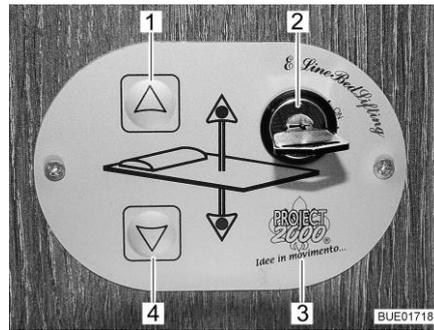

Fig. 110 Elemento di regolazione
- Ruotare la chiave dell'interruttore a chiave (Fig. 110,2) di 90° in senso orario. L'elemento di regolazione (Fig. 110,3) è attivato.
- Premere il tasto freccia (Fig. 110,4) e tenerlo premuto fino a quando il letto basculante raggiunge la posizione desiderata in basso.
- Premere il tasto freccia (Fig. 110,1) e tenerlo premuto fino a quando il letto basculante raggiunge la posizione finale in alto.
Se non si riesce più a spostare il letto basculante con i tasti freccia (Fig. 110,1 e 4), controllare per prima cosa il fusibile (vedi paragrafo 9.10.1). Se il fusibile è a posto e ciononostante non si riesce a spostare il letto basculante, muoverlo manualmente.